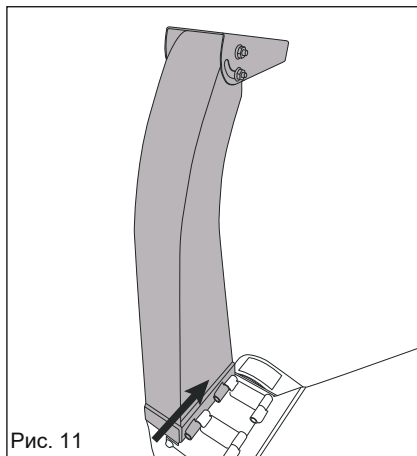

Рис. 11
1. Установите разгрузочный желоб (15) на место задней стороне рамы основания (9) и сдвиньте его поперек так, чтобы штифты рамы вступили в зацепление с петлями на разгрузочном желобе (15), (рис. 11).